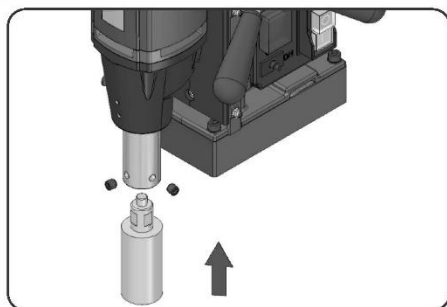

Fig. No. 7
- C. Insira a fresa no mandril porta-brocas com as duas partes planas da fresa alinhadas com os parafusos sem cabeça (Fig. No. 7 e 8). Certifique-se de que o pino piloto seja inserido na broca copo.